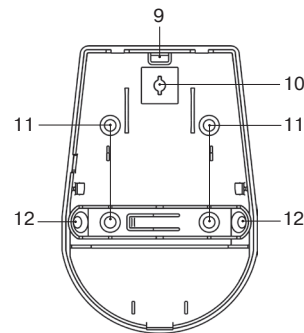

Рисунок 2 – Конструкция «Пирон-4 RED»
Основание корпуса с печатной платой представлены на рис. 2б).
В основании корпуса имеются выламываемое отверстие (9) для ввода проводов, а также крепежные отверстия (рис. 2 в):
- (10) для крепления основания к кронштейну;
- (11) для монтажа на стене;
- (12) для монтажа в углу.
- Снимите крышку извещателя, отжав отверткой фиксатор крышки через отверстие, расположенное в нижней части основания извещателя (рис. 2а).
- Просверлите в основании извещателя отверстия, которые будут использоваться для прокладки проводов и крепления извещателя (рис. 2в).
В извещателе предусмотрена переключатель SENS HIGH (4) (рис. 2б). При снятой переключатель извещатель работает в режиме нормальной чувствительности (устойчив к перемещению домашних животных массой до 20 кг). При установленной переключатель извещатель работает в режиме высокой чувствительности (устойчив к перемещению домашних животных массой до 10 кг).